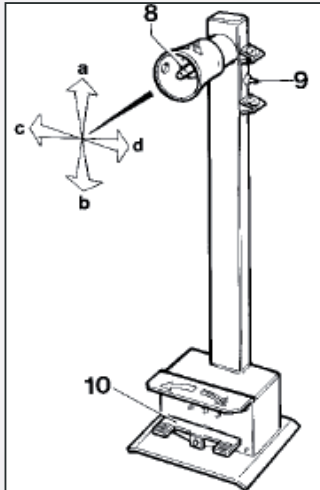

Рисунок 7
Мобильная стойка управления (рис.7) позволяет оператору выбрать рабочее положение, наиболее удобное для каждого из случаев. На этой стойке сконцентрированы все команды, а именно: манипулятор 8 (рис.7) в положении «а» поднимает кронштейн самоцентрирующейся цапги; в положении «б» - его опускает; в положении «с» приближает инструментальную каретку и мобильную платформу к самоцентрирующейся цапге; а в положении «д» - отдаляет.
- выключатель 9 (рис.7): при повороте вверх открывает зажимы самоцентрирующейся цапги (блокирует); при повороте вниз закрывает зажимы (разблокирует).
- педаль 10 (рис.7): при нажатии на правую или левую сторону вращает самоцентрирующую зажимную цапгу соответственно направлению стрелок.